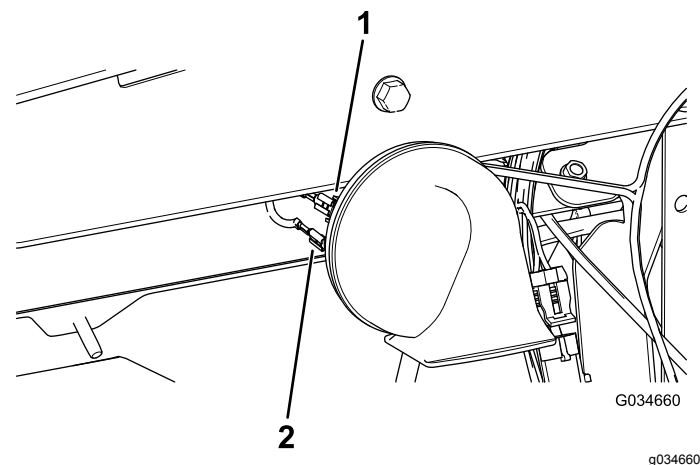

Рисунок 4
3. Вставьте два гнездовых разъема главного жгута проводов в два штыревых разъема звукового сигнала на 48 В (Рисунок 4).